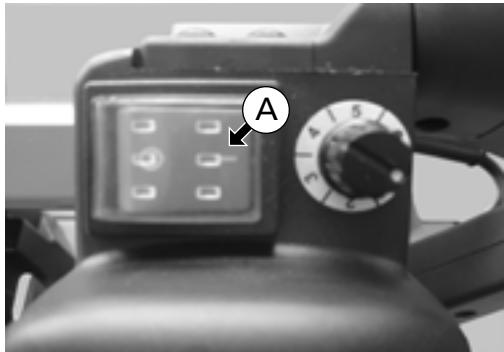

Fig. 7
Lors du branchement de la scie à bande à l'alimentation, si le commutateur (A) - (fig. 7) n'est pas sur la position « OFF », l'utilisateur s'expose à de graves blessures provoquées par la lame.
Appuyer sur le commutateur (A) jusqu'à ce que le voyant « ON » s'allume - (fig. 7).
Éléments des fig. 7 et 8